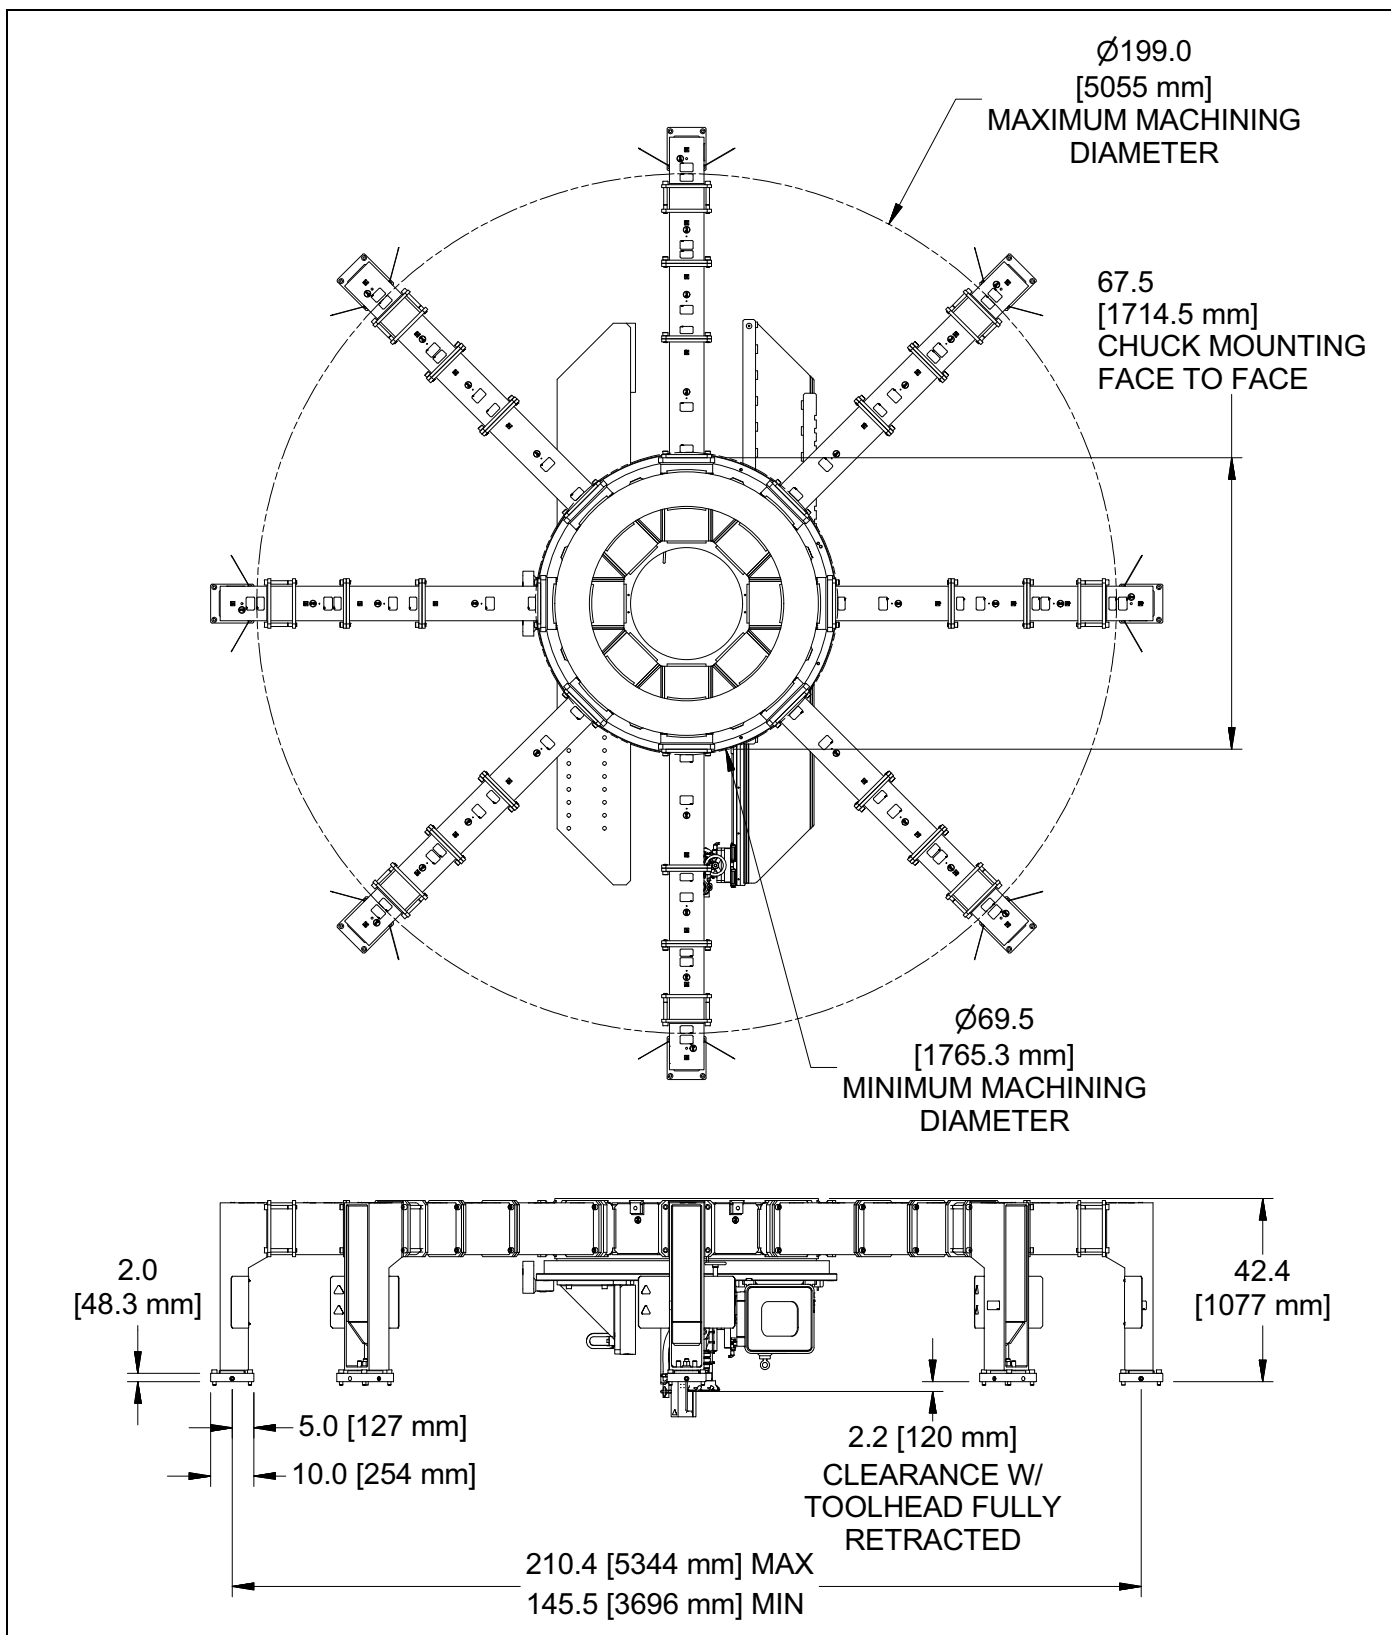

Рис. 2-5. РАБОЧИЕ РАЗМЕРЫ В КОНФИГУРАЦИИ OD
- В конфигурациях OD: с внешним диаметром 135,5–200,4 дюйма (3442–5090 мм) (см. Рис. 2-5 на стр. 19)
- При торцевом монтаже: 67,5 дюймов (1715 мм) или больше (см. Рис. 2-5 на стр. 19)